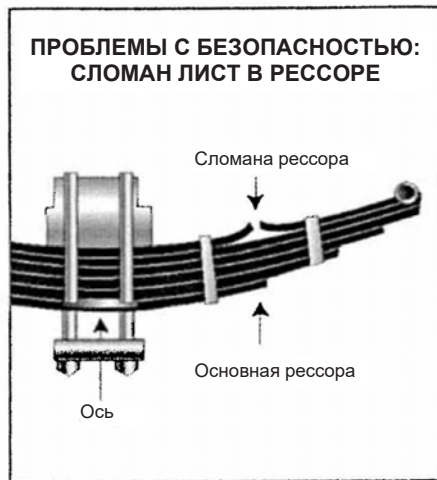

Рисунок 2.3
- Отсутствуют или сломаны листы в листовой рессоре (см. рис. 2.3). Любая неисправность может представлять опасность. При наличии любого из следующих условий автомобиль будет выведен из эксплуатации и подлежит ремонту: